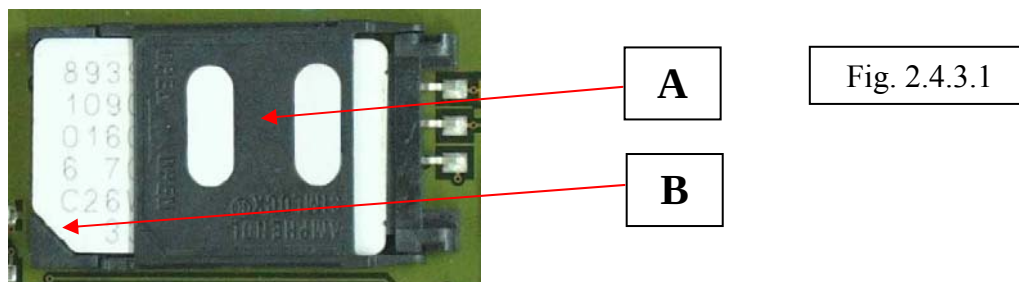

Fig. 2.4.3.1
1. Aprire lo sportellino **A** facendolo scorrere come in fig. 2.4.3.1 e ruotarlo in posizione verticale.
3. Richiudere lo sportellino **A** facendolo scorrere come in fig. 2.4.3.1 fino al bloccaggio.